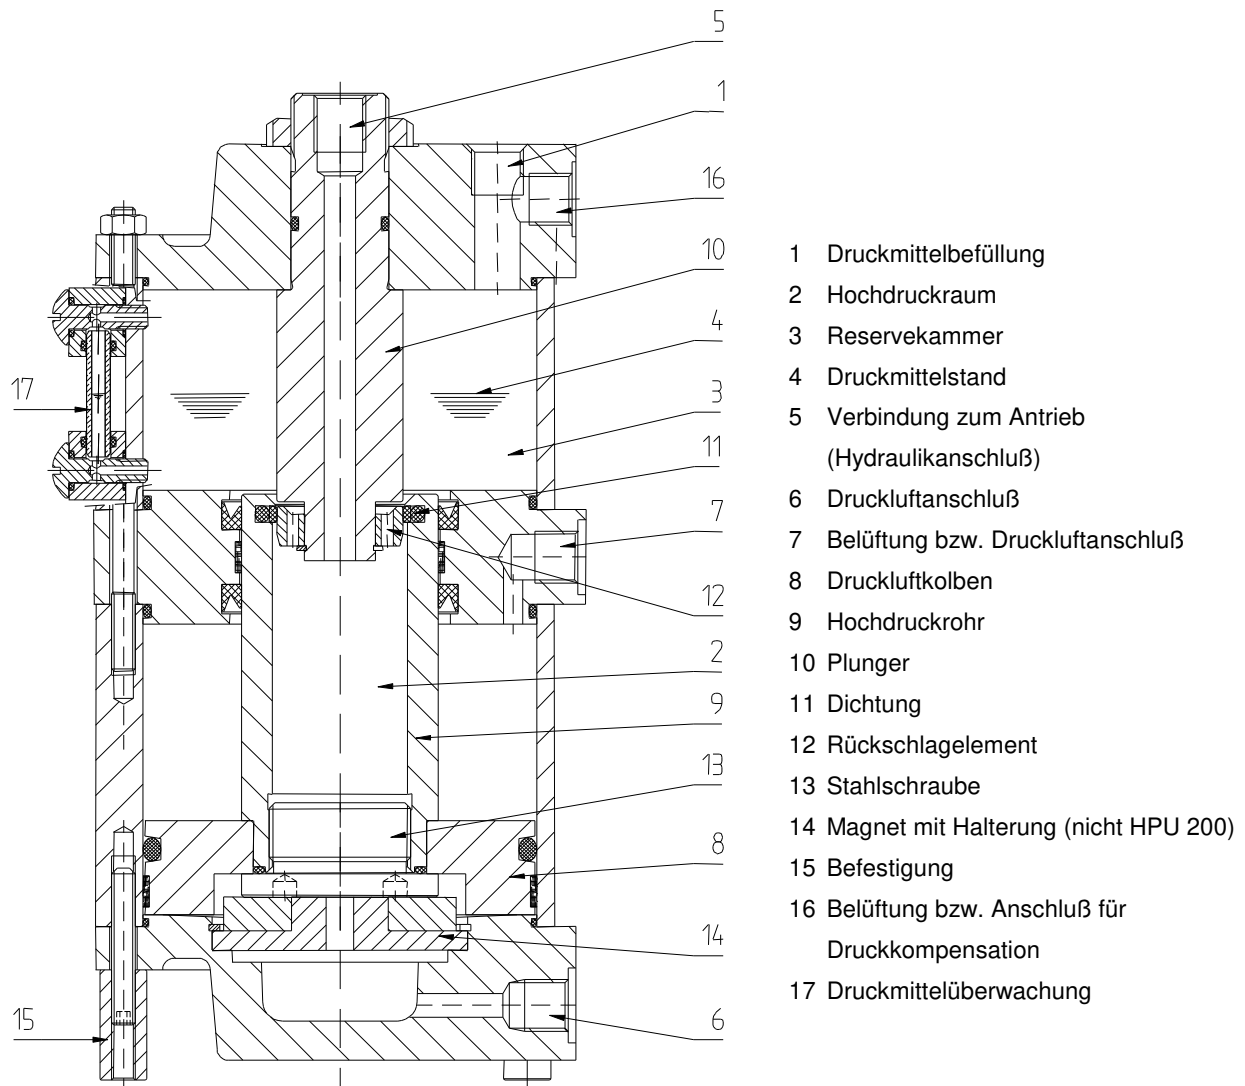

Abb. 1 Druckübersetzer HPU
- Der Druckübersetzerkolben 8 befindet sich in Grundstellung (wie Abb. 1 dargestellt).